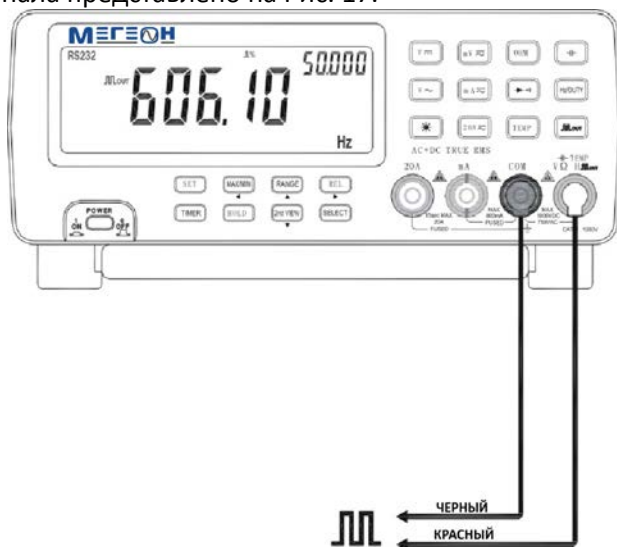

Рисунок 17. Вывод прямоугольного сигнала.
- Использование прибора в качестве генератора прямоугольного сигнала представлено на Рис. 17.